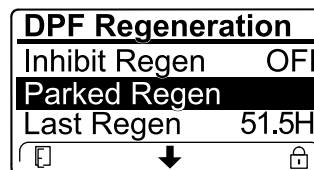

Figura 41
- Si el ordenador del motor solicita una regeneración de recuperación o si está procesando una regeneración de recuperación y se desplaza hasta la opción PARKED REGEN (Regeneración con la máquina aparcada), la regeneración con la máquina aparcada se bloquea y aparece el icono del candado (Figura 41) en la esquina inferior derecha del InfoCenter.